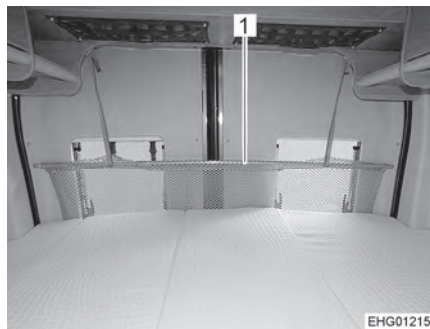

Bild 50 Herausfallschutz (Längsheckbett)
- ▷ Die Fenster der Hecktüren sind mit einem Herausfallschutz (Bild 50,1) ausgestattet.